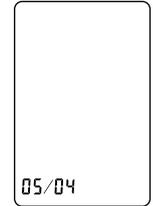

Bild 2
- Durch Drücken der Speicher-Taste stellen Sie die Jahreszahl ein. Mit dem Drücken der Start/Stop-Taste bestätigen Sie das gewählte Jahr und wechseln zur Einstellung des Datums (Bild 2).
- Stellen Sie mit der Speicher-Taste den Monat ein und bestätigen Sie diesen mit der Start/Stop-Taste. Verfahren Sie entsprechend bei der Einstellung des Tages (Bild 2).